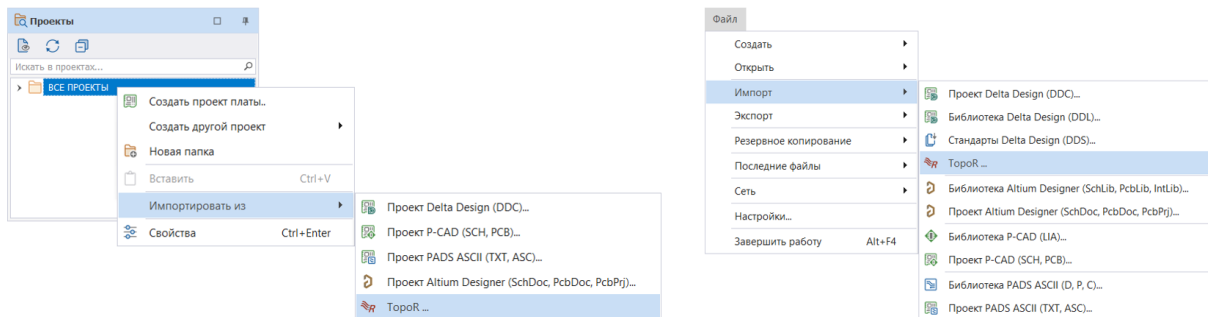

Рис. 63 Вызов импорта проекта платы ТороR
1. Вызовите мастер импорта из главного меню → «Файл» → «Импорт» → «ТопоR...» или с помощью контекстного меню, вызванного с любой папки панели «Проекты» → «Импортировать из» → «ТопоR...», см. Рис. 63.